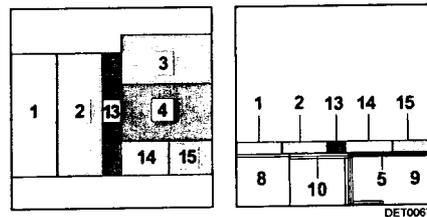

Bild 41 Nach dem Umbau
- Das Sitzpolster (Bild 41,2) der Längssitzbank auf die Bettkasten-Verlängerung der Längssitzbank legen.
- Das Rückenpolster (Bild 41,1) der Längssitzbank zwischen das Sitzpolster und die Außenwand legen.
- Das Sitzpolster (Bild 41,4) der Bugsitzbank auf die Tischplatte legen.
- Das Rückenpolster (Bild 41,3) der Bugsitzbank zwischen das Sitzpolster und die Rückenlehne legen.
- Zwei kurze Zusatzpolster (Bild 41, 14 und 15) vor das Sitzpolster (Bild 41, 4) legen.
- Das lange Zusatzpolster (Bild 41, 13) auf die Bettkasten-Verlängerung legen.